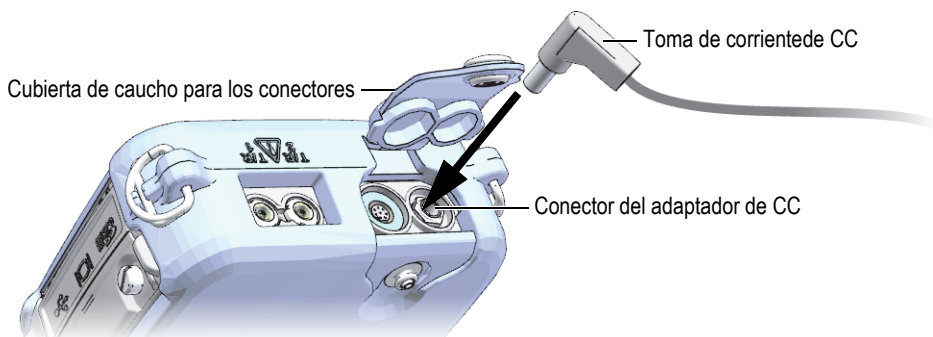

Figura 2-3 Conexión del cable de alimentación de CC
2. En la parte superior del instrumento 39DL PLUS, levante la cubierta protectora de caucho que cubre el conector del adaptador de CC (ver Figura 2-3 en la página 51).
3. Conecte la toma de corriente CC (del cargador/adaptador) al conector del adaptador de CC (ver Figura 2-3 en la página 51).